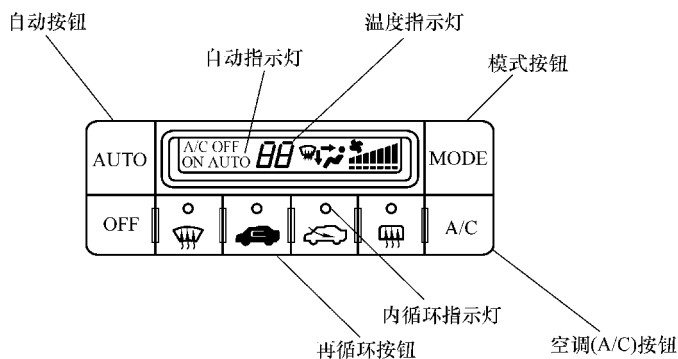

图 7-41 空调系统控制界面
2) 如图 7-41 所示, 长按自动 (AUTO) 与再循环 (RECIRCULATION) 按钮, 打开点火开关至 ON (II) 位置, 然后释放自动 (AUTO) 与再循环 (RECIRCULATION) 按钮。